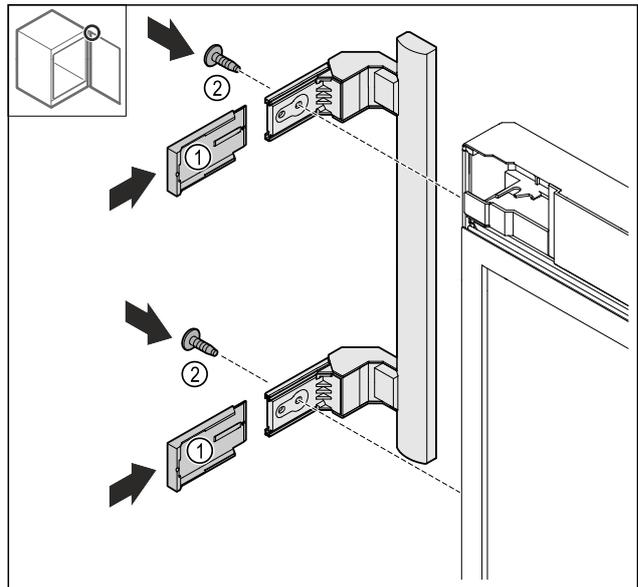

Fig. 26
- Uzbīdiet pārsegus Fig. 26 (1).